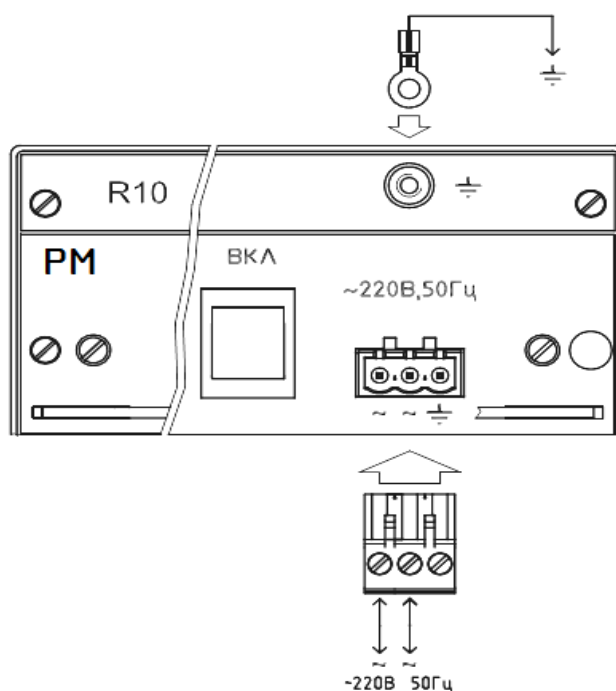

Рисунок 2.15. Подключение сети питания
2.2.12 Подключение к сети (рис.2.15, стр.29) осуществляется с помощью клеммной колодки разъема «~ 220 V, 50 Hz». Фаза сети подключается к произвольной клемме с обозначением «~», ноль сети - к другой клемме с таким же обозначением.